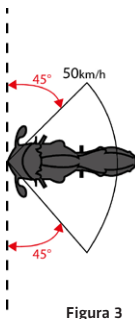

Figura 3
Se espera que el sistema Tech-Air® Off-Road se infle y proteja en 200 milisegundos desde el inicio de la colisión, en Colisiones en las que una motocicleta impacta contra un vehículo u obstáculo (Figura 3) en estas condiciones:
¡IMPORTANTE! En la figura 3 se muestra la envoltura de protección en la que se espera que el sistema Tech-Air® Off-Road se infle y proteja en un plazo de 200 milisegundos desde el inicio de la colisión. A velocidades superiores a 50 km/h (31 mph) o fuera del ángulo declarado, se espera que el Sistema se despliegue también, sin embargo, fuera de la Envoltura de Protección el Sistema puede no estar completamente inflado antes de que haya contacto entre el obstáculo y el usuario.
- Se espera que el sistema Tech-Air® Off-Road se infle y proteja en un plazo de 200 milisegundos desde el inicio de la colisión, en colisiones en las que una motocicleta impacta contra un vehículo u obstáculo (figura 3) y el usuario circula sentado;
- Se espera que el sistema Tech-Air® Off-Road se infle y proteja en 300 milisegundos desde el inicio de la colisión, en colisiones en las que una motocicleta golpea un vehículo u obstáculo (figura 3) y el usuario circula de pie;